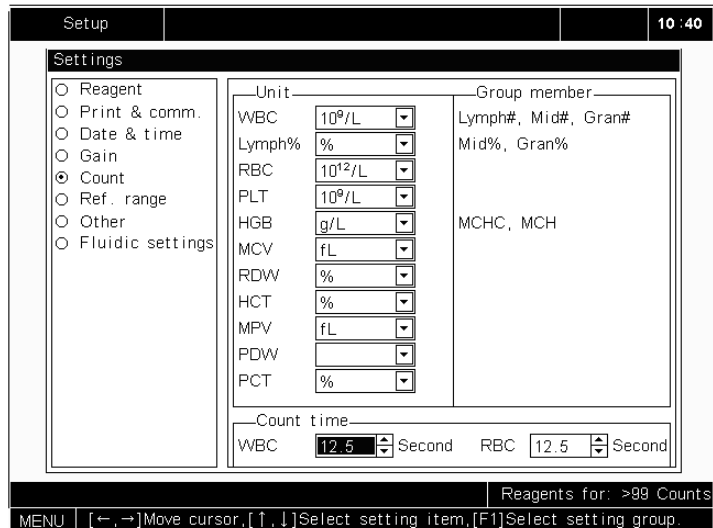

Abbildung 5-25 Einstellen der Zählzeit
48. **WÄHLEN** Sie **“WBC”** oder **“RBC” AUS**, wie in Abbildung 5-25 dargestellt;